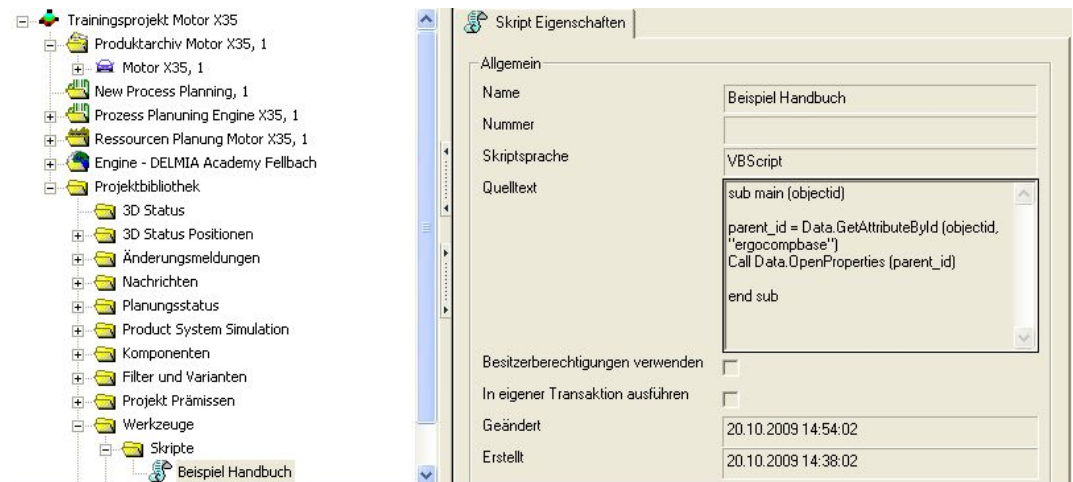

Abbildung 232: Skript erzeugen
- ➔ Geben Sie den Quelltext an, wie im Bild gezeigt. Siehe Abbildung 232.